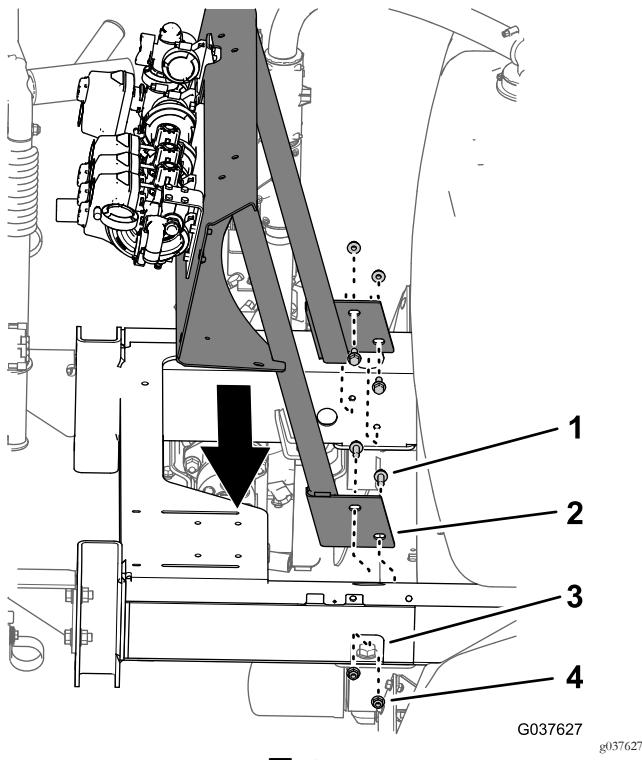

图50
1. 将阀门安装架中的孔与机器机架中的孔对齐 图50。
2. 使用在步骤 拆下阀门支架 \(页码 17\) 中卸下的 4 个凸缘头螺栓3/8 x 1 英寸和 4 个凸缘锁紧螺母3/8 英寸将阀门安装架组装到机架上 图50。